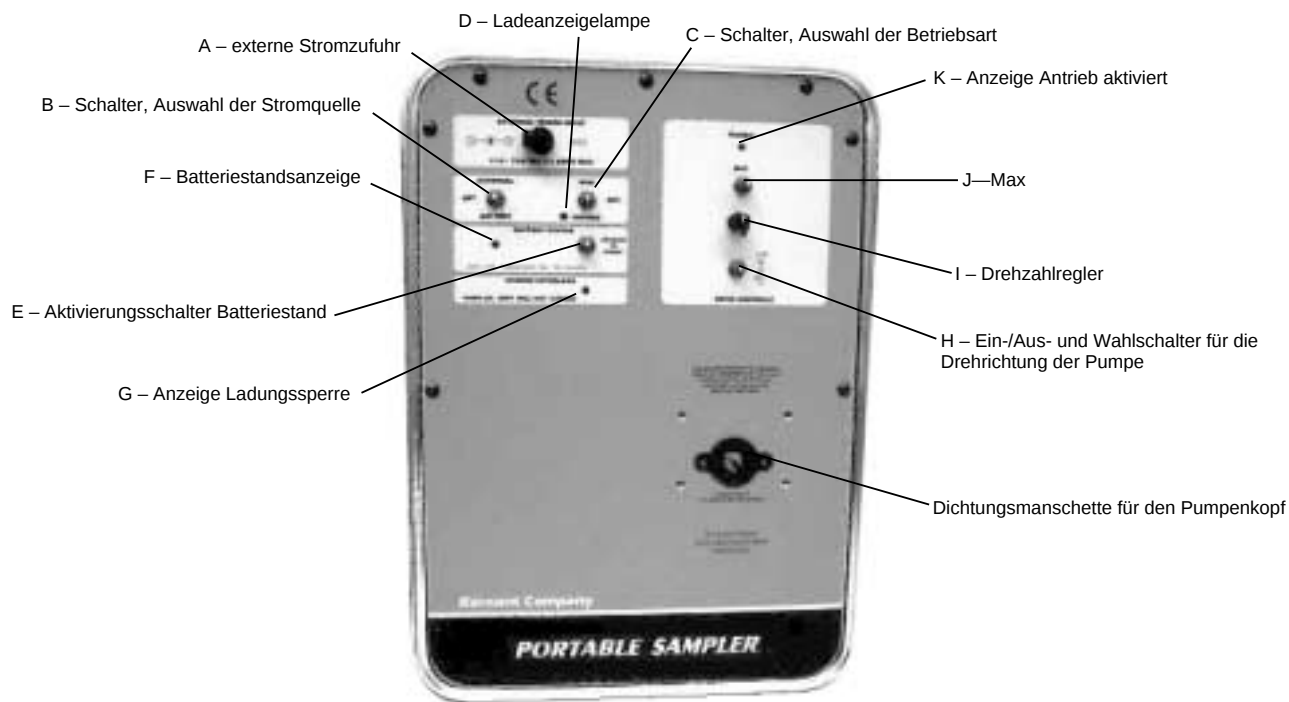

ABBILDUNG 1 BEDIENFELD
- A. Die mitgelieferte Wechselstrom-Gleichstromversorgung mit Umrichter an den Antrieb anschließen. Hierzu die Abdeckung für die Steckbuchse **EXTERNAL POWER INPUT (EXTERNE STROMZUFUHR) (A)** anheben und den 2,5 mm Koaxialnetzsteckverbinder in die Buchse stecken. (Siehe Abbildung 1.)
- Den Schalter **EXTERNAL/BATTERY (EXTERN/BATTERIE)** für die Auswahl der Stromquelle (B) auf **BATTERY** stellen.
- Den Schalter **RUN/CHARGE (BETRIEB/LADEN)** für die Auswahl der Betriebsart (C) auf **RUN** stellen.
- Mit dem **Ein-/Aus- und Wahlschalter für die Pumpendrehrichtung (H)** entweder **IM UHRZEIGERSINN** (Rechtspfeil) oder **ENTGEGEN DEM UHRZEIGERSINN** (Linkspfeil) wählen. (Siehe Abbildung 1.) (Bei einem Richtungswechsel erst den Strom abschalten, d.h. den Wahlschalter für die Drehrichtung auf die mittlere, bzw. **OFF- (Aus)** Stellung stellen.)
- Die **Durchflussrate der Pumpe** mit dem 1-Gang-**Drehzahlregler (I)** einstellen. Zur Erhöhung der Durchflussrate den Knopf **IM UHRZEIGERSINN** drehen, zur Verringerung der Durchflussrate den Knopf **ENTGEGEN DEM UHRZEIGERSINN** drehen.
- Zum **Vorfüllen des Schlauchs** den Schalter „**MAX**“ (J) nach oben bzw. unten kippen, so dass die Pumpe mit maximaler Drehzahl läuft.
- Den Schalter **EXTERNAL/BATTERY (EXTERN/BATTERIE)** für die Auswahl der Stromquelle (B) auf **EXTERNAL** stellen.
- Die mitgelieferte Wechselstrom-Gleichstromversorgung mit Umrichter an den Antrieb anschließen. Hierzu die Abdeckung für die Steckbuchse **EXTERNAL POWER INPUT (EXTERNE STROMZUFUHR)** (A) anheben und den 2,5 mm Koaxialnetzsteckverbinder in die Buchse stecken. (Siehe Abbildung 1.)
- Die Wechselstrom-Gleichstromversorgung mit Umrichter an eine Wechselstromquelle anschließen. Den Schalter **EXTERNAL/BATTERY (EXTERN/BATTERIE)** für die Auswahl der Stromquelle (B) auf **EXTERNAL** stellen.
- Den Schalter **CHARGE/RUN (LADEN/BETRIEB)** für die Auswahl der Betriebsart (C) auf **RUN** stellen.
- Mit dem Ein-/Aus- und Wahlschalter für die Pumpendrehrichtung (H) entweder **IM UHRZEIGERSINN** (Rechtspfeil) oder **ENTGEGEN DEM UHRZEIGERSINN** (Linkspfeil) wählen. (Siehe Abbildung 1.) (Bei einem Richtungswechsel erst den Strom abschalten, d.h. den Wahlschalter für die Drehrichtung auf die mittlere, bzw. **OFF-** (Aus) Stellung stellen.)
- Die Durchflussrate der Pumpe mit dem 1-Gang-Drehzahlregler (I) einstellen. Zur Erhöhung der Durchflussrate den Knopf **IM UHRZEIGERSINN** drehen, zur Verringerung der Durchflussrate den Knopf **ENTGEGEN DEM UHRZEIGERSINN** drehen.
- Zum Vorfüllen des Schlauchs den Schalter „**MAX**“ (J) nach oben bzw. unten kippen und festhalten, so dass die Pumpe mit maximaler Drehzahl läuft.
- A. Die mitgelieferte Wechselstrom-Gleichstromversorgung mit Umrichter anschließen. Hierzu die Abdeckung für die Steckbuchse **EXTERNAL POWER INPUT (externe Stromzufuhr) (A)** anheben und den 2,5 mm Koaxialnetzsteckverbinder in die Buchse stecken. (Siehe Abbildung 1.)
- C. Den Schalter **CHARGE/RUN (LADEN/BETRIEB)** für die Auswahl der Betriebsart (C) auf **CHARGE** stellen.
- A. Zum **Anschließen** des Geräts an eine externe Stromquelle die Abdeckung für die Steckbuchse **EXTERNAL POWER INPUT (externe Stromzufuhr) (A)** anheben und den 2,5 mm Koaxialnetzsteckverbinder in die Buchse stecken. (Siehe Abbildung 1.)